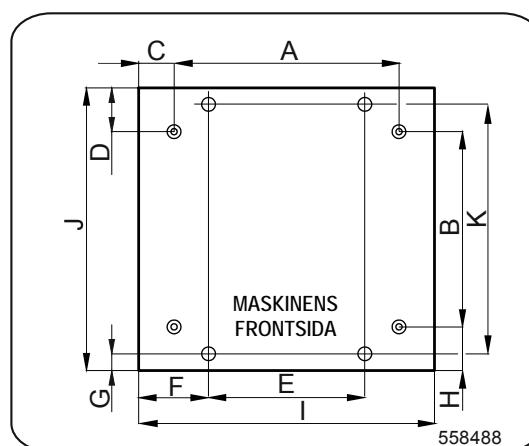

Fig. 6 – Avfjädrade maskiner
- Borra två hål där ankarbultar kommer att placeras i, fig. 6. Håldiameter i ramen är 12mm / 0.47".